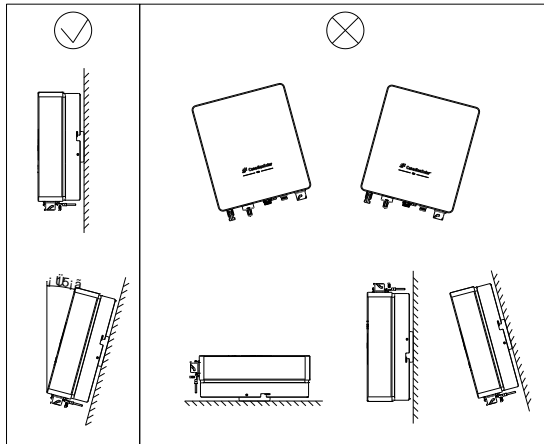

FIG.6 5 Requisitos do ângulo de instalação
1) Pendure o inversor no suporte de parede. Mantenha o equilíbrio durante a operação para evitar que o dispositivo colida com paredes ou obstáculos, conforme FIG.6 -9.